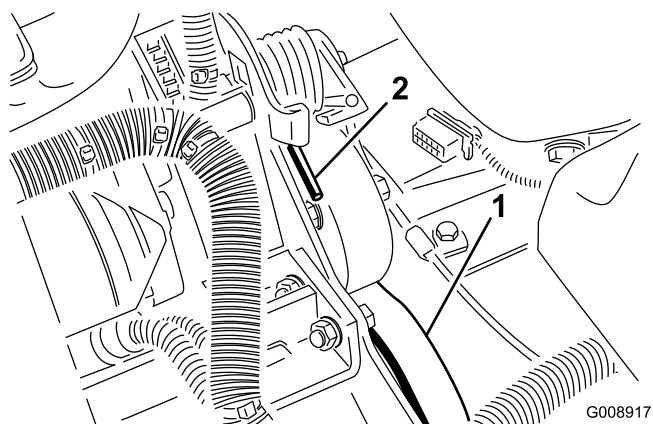

Figura 73
2. Premete l'estremità della molla e spingetela in avanti (Figura 73) per sbloccarla dalla staffa e rilasciare la tensione della molla.